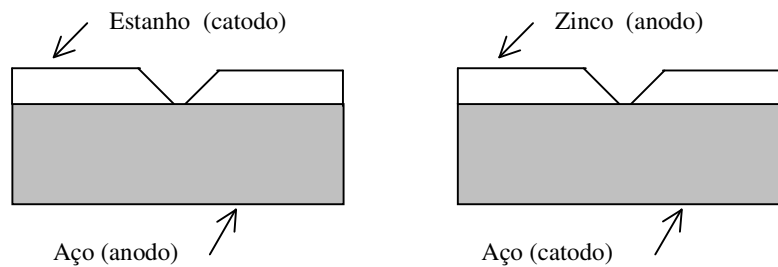

Figura 8.4 Exemplos de células de composição: chapas de aço recobertas com zinco e estanho.
- *Célula de composição é aquela que ocorre devido ao contato elétrico de dois metais dessemelhantes na presença de um eletrólito, sendo um metal (catodo) protegido e o outro (anodo) corroído. Na figura 8.4 são mostrados dois exemplos de célula de composição formadas quando chapas de aço sofrem a deposição de estanho ou de zinco. Se houver um risco na chapa expondo os dois metais, no caso da chapa recoberta com estanho o aço (Fe) funciona como anodo e é corroído e no caso da chapa recoberta com zinco o aço funciona como catodo e é protegido (ver tabela 8.1).*